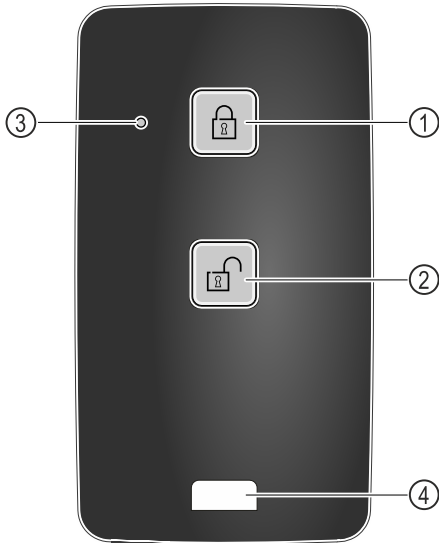

Fig. 139
- (1) Zár bereteszelése (3) Állapotjelző LED
(2) Zár kireteszelése (4) Rögzítőszem
- ▶ Nyomja meg a gombot Fig. 139 (1) a távirányítón.
- ▶ Nyomja meg a gombot Fig. 139 (2) a távirányítón.
- ▶ Az állapotjelző LED Fig. 139 (3) a gomb megnyomásakor látható visszajelzést ad.
- ▶ Szem Fig. 139 (4) a távvezérlés, pl. kulcstartóra való rögzítéséhez.